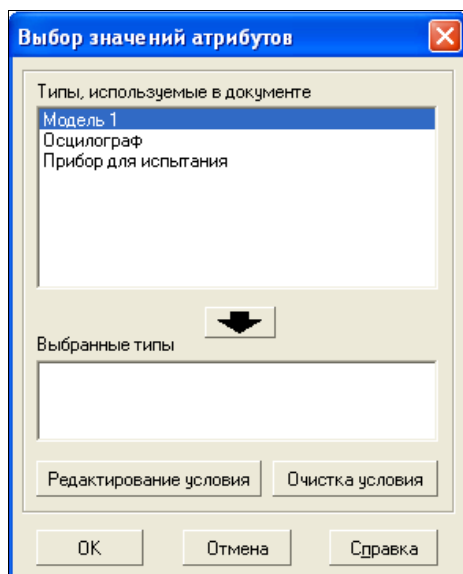

Рис. 27.9. Диалоговое окно **Выбор значений атрибутов**
- ◆ из Строки меню вызовите команду **Выделить►По атрибутам**. На экране появится диалоговое окно **Выбор значений атрибутов** (рис. 27.9) для назначения условий поиска. В верхнем окне имеется список атрибутов, назначенных в документе;